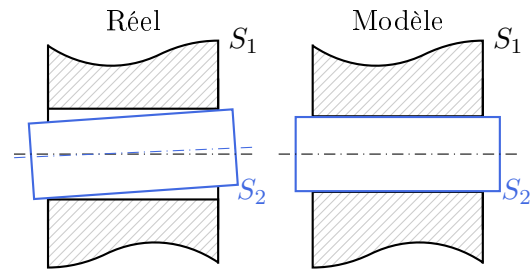

FIGURE 6 – Guidage réel avec jeu (avec des défauts amplifiés) et modèle associé
- les jeux sont nuls (FIGURE 6) ;